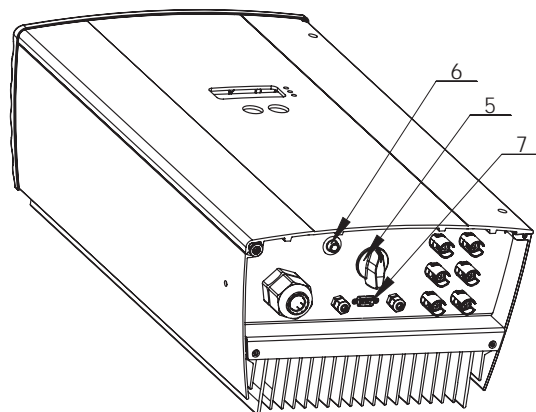

Abbildung 4.6: Unterseite des Powador
Um den Wechselrichter vom Photovoltaikgenerator zu trennen, drehen Sie den internen DC-Trennschalter an der Unterseite des Wechselrichters von der Position EIN (1) auf die Position AUS (0) (Abbildung 4.6).
<p>Drücken Sie hierzu den Taster „Nachtstart“ (Abbildung 4.6 - (6)) an der Unterseite des Gerätes für ca. 5 Sekunden, bis eine Anzeige im Display erscheint.</p>
Über eine galvanisch getrennte serielle Schnittstelle (siehe Abbildung 4.6 - (7)) können Betriebsdaten an einen Rechner (z. B. Notebook) übertragen werden und mit herkömmlichen Tabellenkalkulationsprogrammen individuell weiter bearbeitet werden.